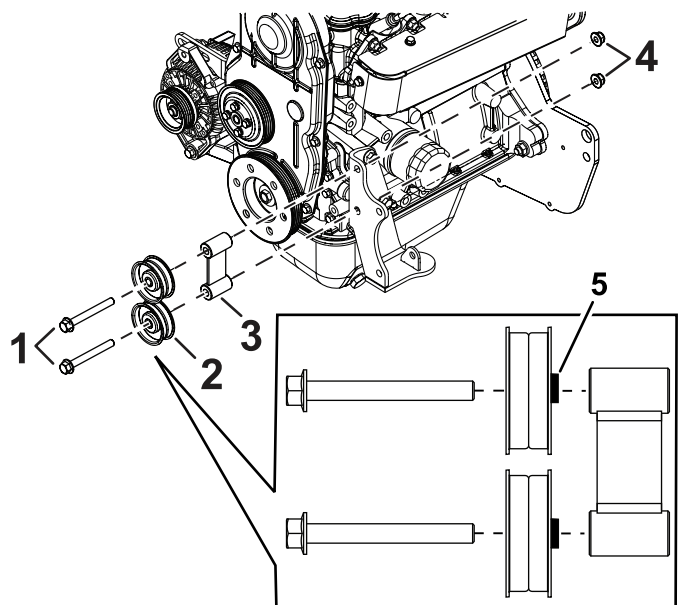

Figure 32
2. Installez les poulies de tension et le tendeur de courroie avec 2 boulons ($\frac{3}{8}$ " x $3\frac{1}{4}$ ") et 2 contre-écrous ($\frac{3}{8}$ ") ; voir Figure 32 et Figure 35. Serrez les boulons à 40,7 N·m.